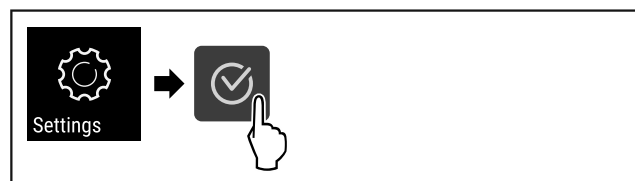

Fig. 60
- Handlungsschritte (siehe Fig. 60) durchführen.